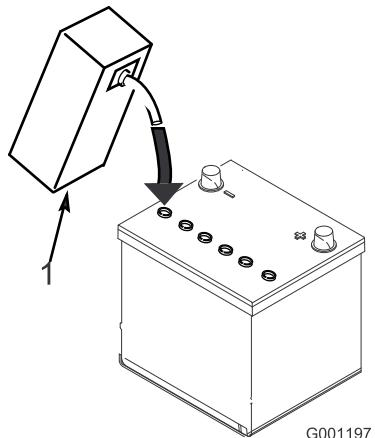

図 7
- 各セルに慎重に電解液を満たす。電極板が6mm程度水没するぐらいが適当（図 7）。
4. 電極板が液を吸収するまで20～30分間程度待つ。必要に応じて、電極板が6mm程度水没するぐらいに電解液を補充する(図7)。